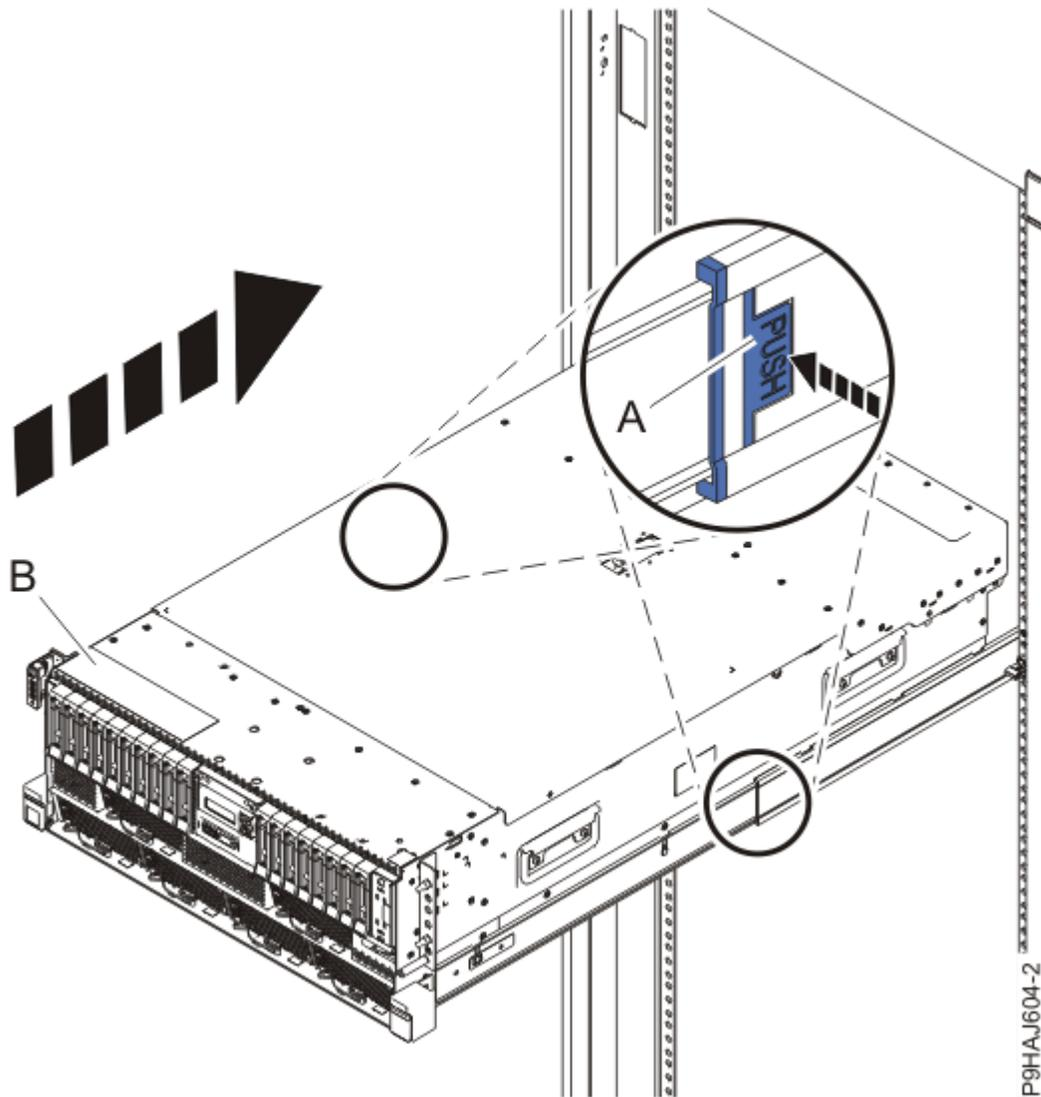

Abbildung 133. System in die Betriebsposition bringen
3. Entriegeln Sie bei einem Einschubsystem die blauen Schienensicherungsverriegelungen **(A)**, indem Sie sie nach innen drücken (siehe Abbildung 133 auf Seite 140).